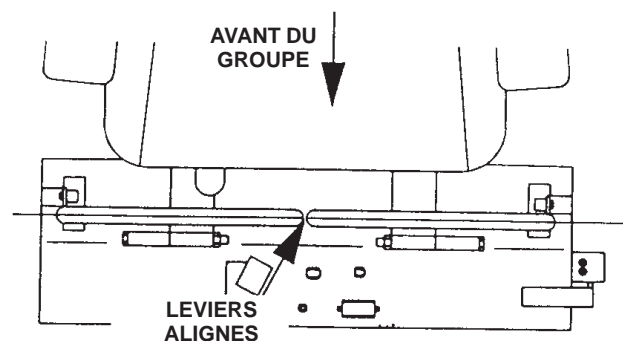

Figure 5
5. Si les extrémités des leviers se touchent en position de conduite (Fig. 5) (leviers tournés aussi loin que possible), modifiez le réglage en déplaçant les leviers vers l'extérieur jusqu'à la position de verrouillage du point mort, et pliez-les délicatement vers l'extérieur. Ramenez-les à la position de marche et vérifiez le jeu. Répétez la procédure au besoin.